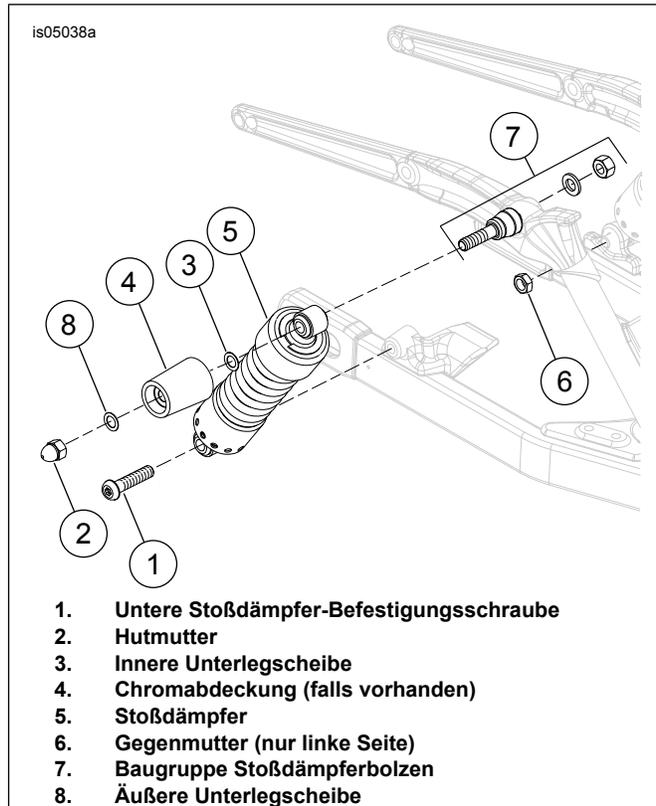

Abbildung 2. Originalstoßdämpfer ausbauen (Modelle ab 2008)
1. Siehe Abbildung 2. Untere Stoßdämpfer-Befestigungsschraube (1) und Gegenmutter (6) (nur an linker Seite verwendet) entfernen. Die Gegenmutter für den Einbau aufheben.
2. Hutmutter (2), innere Unterlegscheibe (3), Chromabdeckung (4), äußere Unterlegscheibe (8) und Stoßdämpfer (5) ausbauen.
3. Chromabdeckungen (falls vorhanden) und alle Befestigungsteile außer der Gegenmutter (6) entsorgen.
4. Baugruppe Stoßdämpferbolzen (7) ausbauen und entsorgen.